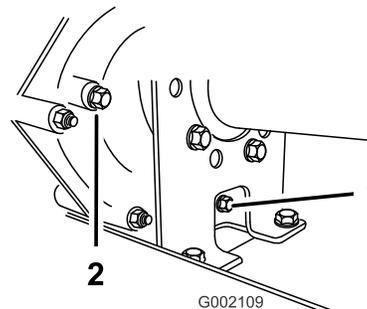
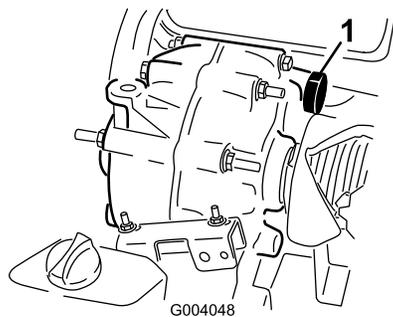

Figura 57
Figura 58
- Limpe a área em torno dos tampões de enchimento e escoamento com um trapo (Figura 57).
- Retire o tampão de enchimento rodando-o para a esquerda (Figura 57).
- Retire o tampão de escoamento rodando-o para a esquerda (Figura 57).
- Coloque e aperte o tampão de escoamento e a junta no orifício do tampão de escoamento da transmissão (Figura 57).
- Encha o reservatório (Figura 58) através do orifício do tampão de enchimento com aproximadamente 1,4 litros do óleo especificado ou até o nível de óleo na transmissão estar alinhado com a parte inferior das estrias (Figura 57).
8. Coloque a aperte o tampão de enchimento e a junta no orifício do tampão de enchimento da transmissão (Figura 57).
10. Verifique o nível de óleo e adicione mais óleo, se o nível estiver abaixo das estrias do orifício do tampão de enchimento (Figura 57).